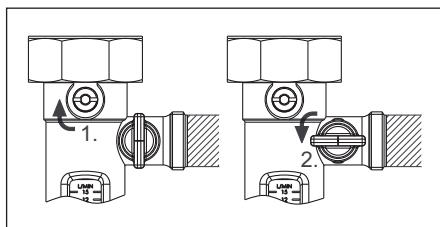

Abb. 6.15 Sperrventil und Entleerungskugelhahn
- Schließen Sie den oberen Kugelhahn an der Durchflussmess- und Einstellvorrichtung, indem Sie die Stellschraube in die waagerechte Position drehen. Öffnen Sie den seitlichen Kugelhahn am selben Bauteil mit einer 90°-Drehung nach links Abb. 6.15).